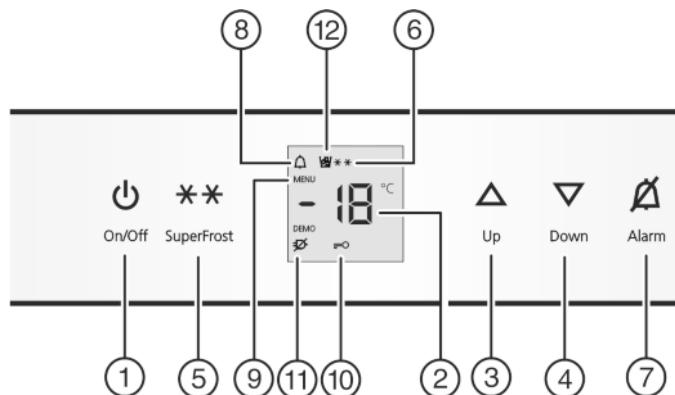

Fig. 2
- нажмите кнопку On/Off Fig. 2 (1).
- Активация режима настройки: удерживайте кнопку SuperFrost Fig. 2 (5) прибл. 5 секунд.
- ▷ Символ меню Fig. 2 (9) горит.
- Коротко нажмите кнопку SuperFrost Fig. 2 (5) для подтверждения.
- Для включения защиты от детей коротко нажмите клавишу SuperFrost Fig. 2 (5).
- ▷ Символ "Защита от детей" Fig. 2 (10) горит. На индикации мигает .
- Для выключения защиты от детей коротко нажмите клавишу SuperFrost Fig. 2 (5).
- ▷ Символ защиты от детей Fig. 2 (10) гаснет. На индикации мигает .
- Выход из режима настройки: нажмите кнопку On/Off Fig. 2 (1).
- Нажмите кнопку Alarm Fig. 2 (7).
Одновременно мигает индикация температуры и символ тревоги Fig. 2 (8).
Звуковой сигнал выключается автоматически, символ аварийного сигнала Fig. 2 (8) выключается и индикатор температуры перестает мигать, если температура снова становится достаточно низкой.
- Установка более высокой температуры: нажмите кнопку настройки Up Fig. 2 (3).
- Установка более низкой температуры: нажмите кнопку настройки Down Fig. 2 (4).